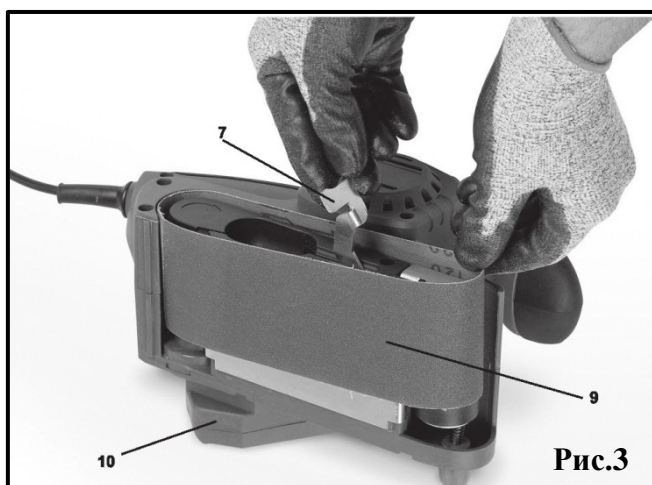

Рис.3
- Поставьте машину на бок, с крышкой приводного ремня(10) (Рис.3) в низ.
- Ослабить застежку наждачной ленты (7).